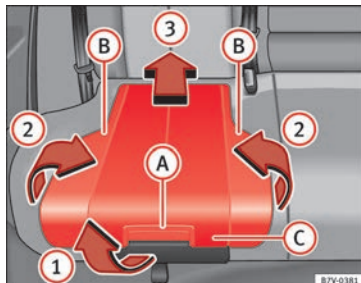

Fig. 28 Asiento integrado para niños: levantar el cojín.
- Tire del cojín hacia delante por la palanca de desbloqueo » fig. 28 A en la dirección de la flecha » fig. 28 1.
- Pliegue hacia arriba ambos lados » fig. 28 B, en el sentido de la flecha » fig. 28 2.
- Empuje hacia atrás el cojín » fig. 28 C en la dirección de la flecha » fig. 28 3 hasta que se encastre.